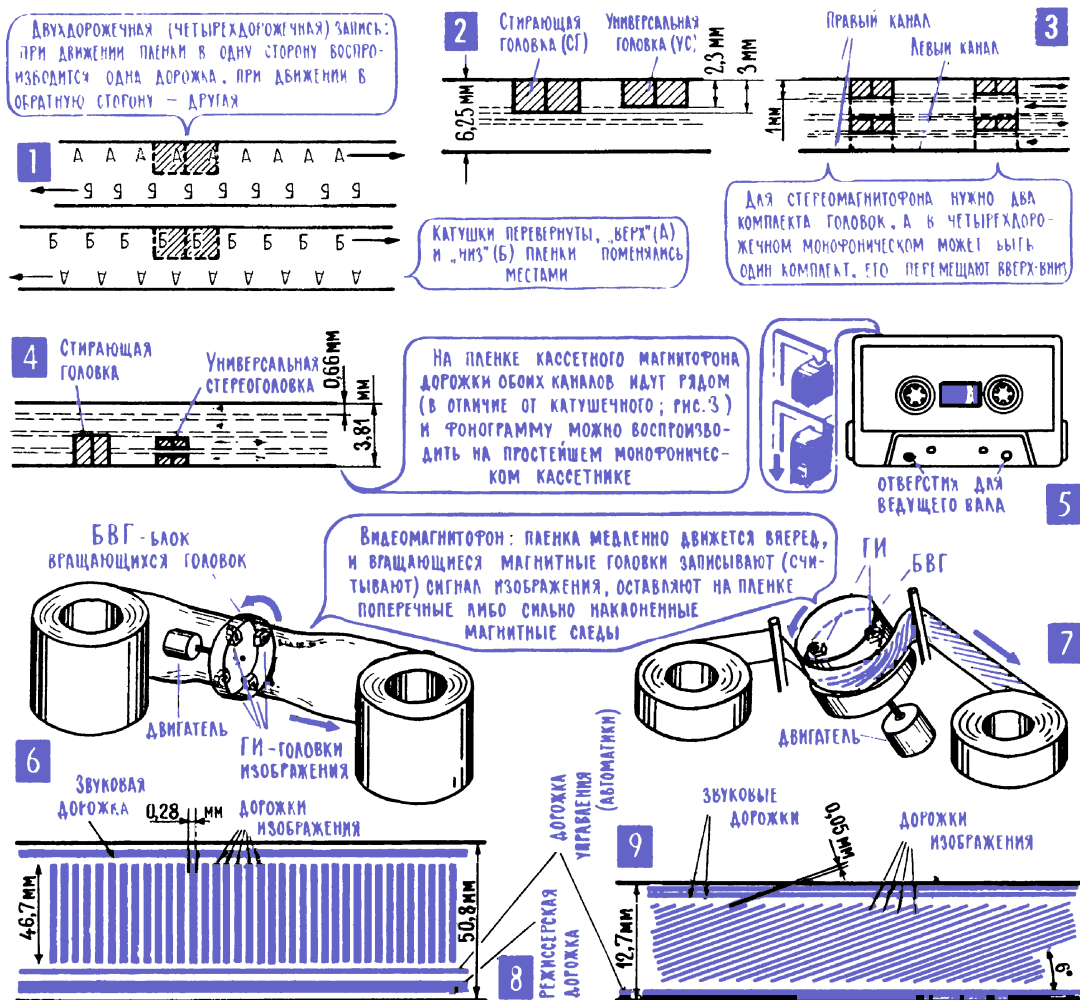

Рис. 13.14. Многодорожечная запись звука и видеозапись
26. В большинстве магнитофонов электрический сигнал записывают на двух или на четырех параллельных дорожках, а в видеомагнитофонах – на большом числе дорожек, расположенных под углом или поперек пленки. Для магнитофонов, где пленка наматывается на катушки, шестимиллиметровая пленка, пожалуй, самая удобная. Во всяком случае, более узкая пленка, по-видимому, легко спутывалась, перекручивалась и рвалась бы. С другой стороны, при современных ферромагнитных покрытиях пленки, магнитных головках, усилителях можно было бы обойтись и более узкой пленкой. Компромиссным решением стала многодорожечная запись – сначала на стандартной шестимиллиметровой пленке стали записывать две фонограммы, а часто и четыре (рис. 13.14). Соответственно, уже при двухдорожечной записи возможна двухканальная стереофония, а при четырехдорожечной – даже квадрофония.
Проигрывание фонограмм с разных дорожек возможно двумя разными способами. В большинстве двухдорожечных магнитофонов головки просто закреплены в приподнятом положении, чтобы они прилегали к пленке не по всей ширине, а лишь к ее половине (рис. 13.14; 1). При этом чтобы перейти с одной дорожки на другую, пленку нужно просто перевернуть. Это довольно удобно, можно обойтись без перемотки пленки – в одну сторону проигрывается одна дорожка, а затем кассеты меняют местами, переворачивают, и звучит вторая дорожка.
Есть магнитофоны, в которых два комплекта головок, их можно переключать в зависимости от того, какая дорожка используется для записи или воспроизведения. Причем пленка может двигаться как в одну, так и в другую сторону, что создает дополнительные удобства – катушки не только не нужно перематывать, но даже не нужно переставлять. Иногда в магнитофонах такого типа имеется один комплект головок, и при переходе с дорожки на дорожку головки просто поднимаются или опускаются. В четырехдорожечных магнитофонах имеются два блока – блок стирающих головок и блок универсальных головок, в каждом из которых по две одинаковые головки, расположенные одна над другой (рис. 13.14; 3). При стереофонии обе головки одного блока работают одновременно, каждая в своем канале.
ловки (см. предыдущий раздел). Для записи звука в диапазоне до 20 кГц в магнитофонах первого класса скорость движения ленты почти 20 см/с (19,5 см/с), и отсюда можно подсчитать, что для записи видеосигнала ленту нужно протягивать мимо головки со скоростью $20 \cdot 300 = 6000 \text{ см/с} = 60 \text{ м/с}$, примерно 200 км/ч! Трудно представить себе магнитофон, где лента движется быстрее курьерского поезда, не говоря уже о том, что при такой скорости большой пятисотметровой катушки хватит на каких-нибудь 8 секунд. И вместе с тем задача магнитной записи видеосигнала решена, причем решена просто и остроумно: сама лента движется сравнительно медленно, переходя с одной катушки на другую, а магнитная головка, вращаясь очень быстро, с огромной скоростью «прочерчивает» на ленте параллельные магнитные дорожки с записью видеосигнала. Эти невидимые дорожки располагаются иногда поперек пленки (рис. 13.14; 8), а чаще под небольшим углом (рис. 13.14; 9). Чтобы запись, а затем и воспроизведение сигнала шли непрерывно, используются две или четыре вращающиеся головки, они размещены на блоке вращающихся головок БВГ, который сидит на оси отдельного двигателя (рис. 13.14; 6, 7).
На ленте выделено место для двух дорожек записи звука (рис. 13.14; 9), а также для дорожки сигналов автоматики. Изображение будет устойчивым лишь в том случае, если и лента, и магнитные головки на БВГ будут двигаться очень точно и равномерно. Причем требования к механическим системам предъявляются настолько жесткие (БВГ, например, не должен отклоняться от своего «расписания» даже на миллионные доли секунды), что выполнить их можно только с помощью систем электронной автоматики, управляющих скоростью и фазой вращения двигателей ведущего вала и БВГ. Четкая система автоматического управления двигателями видеомагнитофона позволяла записывать изображение очень узкими дорожками, и на небольшой, размером с ладонь, кассете видеомагнитофона ВМ-12 умещалась трехчасовая программа, например два полнометражных фильма.
А сейчас нам пора возвращаться к аппаратам для записи звука, и видеомagnetofон BM-12 дает удобный повод – идея кассет для магнитной ленты, как и многое другое, пришла в видеозапись из звукозаписи. Удобство кассет не требует особых объяснений – кассета избавляет вас от необходимости каждый раз заправлять ленту, кассеты проще хранить, чем катушки, легче находить нужную запись. Первоначально кассеты применялись в переносных магнитофонах не очень высокого класса, с учетом этого и создавался соответствующий стандарт: невысокая скорость протягивания ленты, в основном 4,76 см/с, иногда еще и вторая скорость для записи речи (кассетный диктофон) – 2,38 см/с; пленка довольно узкая (ширина 3,81 мм) и сравнительно тонкая (до 0,018 мм, из них треть приходится на ферромагнитный слой); при небольшой скорости в компактной кассете умещаются ленты на 60 или на 90 минут звучания. Удобная мелочь: на кассете есть предохранительный пластмассовый язычок (упор). Если его выломать, то в образовавшуюся нишу будет входить рычаг, отключающий при этом систему записи, таким образом, выломав предохранительный язычок, вы защищаете дорожку вам запись от случайного стирания (рис. 13.14; 5).
Постепенно кассетные магнитофоны совершенствовались, появились аппараты четырехдорожечные и стереофонические (в них дорожки левого и правого каналов расположены рядом, и стереозапись можно проигрывать на монофоническом кассетном магнитофоне, разумеется, без стереоэффекта (рис. 13.14; 4). По качеству записи и воспроизведения «кассет-